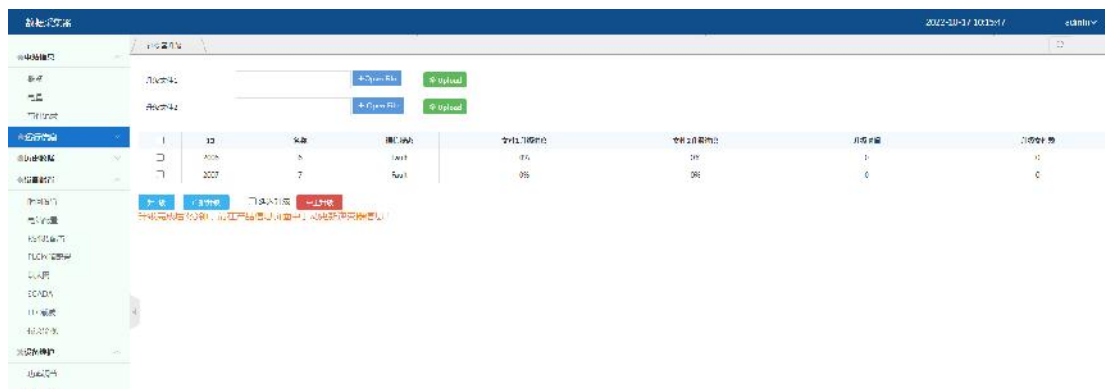

图 5.43
1. 点击导航栏【设备维护】->【逆变器升级】，打开如图 5.43 所示界面